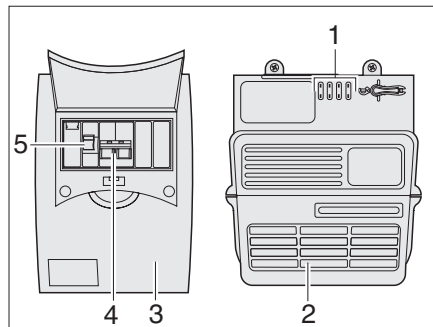

Fig. 84 Fuente de alimentación y fusible automático
La fuente de alimentación (Fig. 84,3), está montada junto al fusible automático de 230 V (Fig. 84,2).
En la fuente de alimentación están integrados un interruptor principal (Fig. 84,5) y un interruptor de corriente de defecto (Fig. 84,4). El fusible automático contiene varios fusibles (Fig. 84,1).
El interruptor de corriente de defecto (Fig. 84,4) mide el flujo de corriente de la línea de salida y la línea de retorno. Si entre las dos líneas existe equilibrio, el interruptor de corriente de defecto no se activa. Si hay una diferencia entre las líneas, el interruptor corta el flujo de corriente inmediatamente. De esta manera se evitan accidentes eléctricos peligrosos.
- Empujar el interruptor principal (Fig. 84,5) hacia abajo en posición "ON".